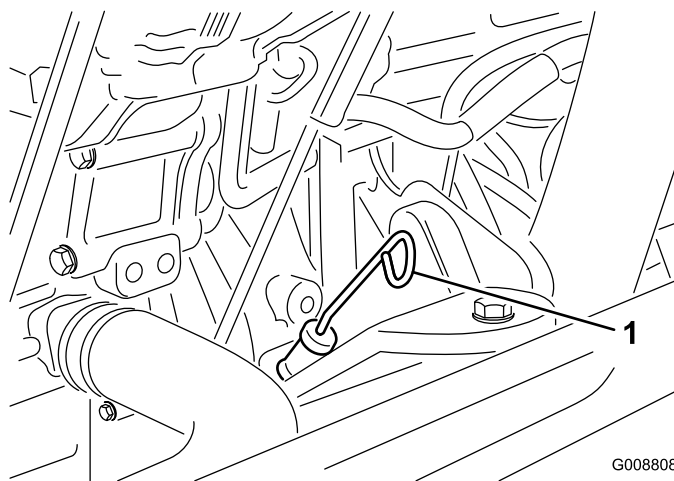

Figura 8
3. Togliete l'asta di livello, pulitela strofinandola, rimettetela nel tubo ed estraetela di nuovo. Il livello dell'olio deve raggiungere la tacca di pieno (FULL) (Figura 8).